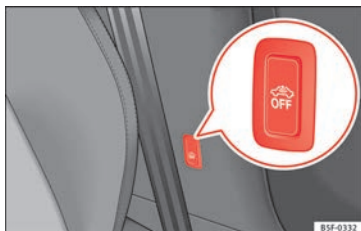

Fig. 52 Tasto di sorveglianza dell'abitacolo.
- Per disattivare l'antifurto volumetrico, spegnere il contatto e premere il tasto » fig. 52. La spia integrata nel tasto si accende.